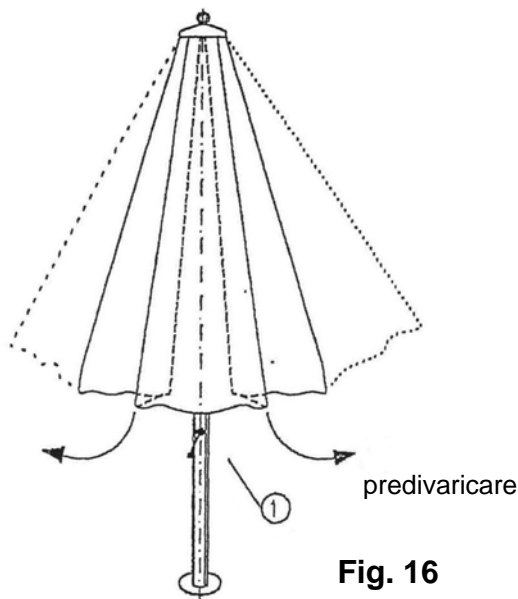

Fig. 16
- Divaricare a mano leggermente le stecche del tetto e muovere un pò il tessuto (fig. 16).
- Girare la manovella (1) in senso orario fino all'apertura completa dell'ombrellone.